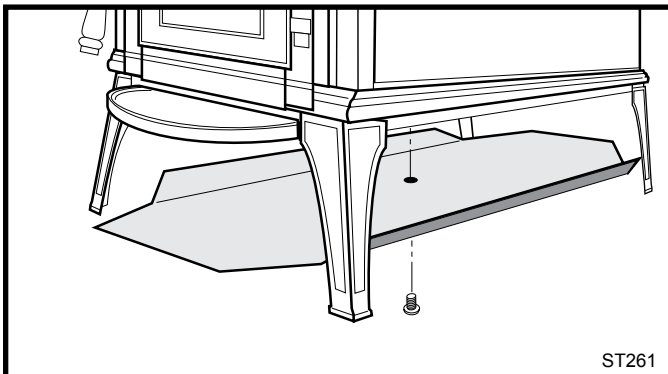

Fig. 27 Assemblage de l'écran pare-chaleur inférieur.
1. Enlevez les vis à empreinte cruciforme de $\frac{1}{4}$ -20 x $\frac{3}{8}$ po reliées au bossage de fixation central de la plaque de fond du poêle. (Fig. 27)